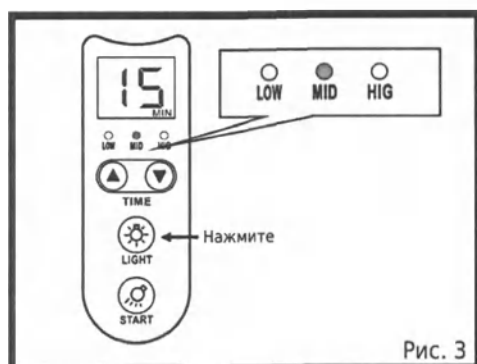

Рис. 3
3. С помощью кнопки «LIGHT» («Освещение») настройте необходимый режим интенсивности. Предусмотрено 3 режима интенсивности: LOW, MID, HIGH. (Рис. 3)